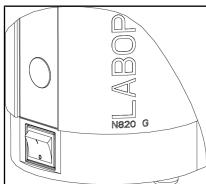

Fig.6: Attivazione e disattivazione della pompa con l'interruttore di alimentazione
- Attivare la pompa con l'interruttore di alimentazione (vedere Fig. 6).